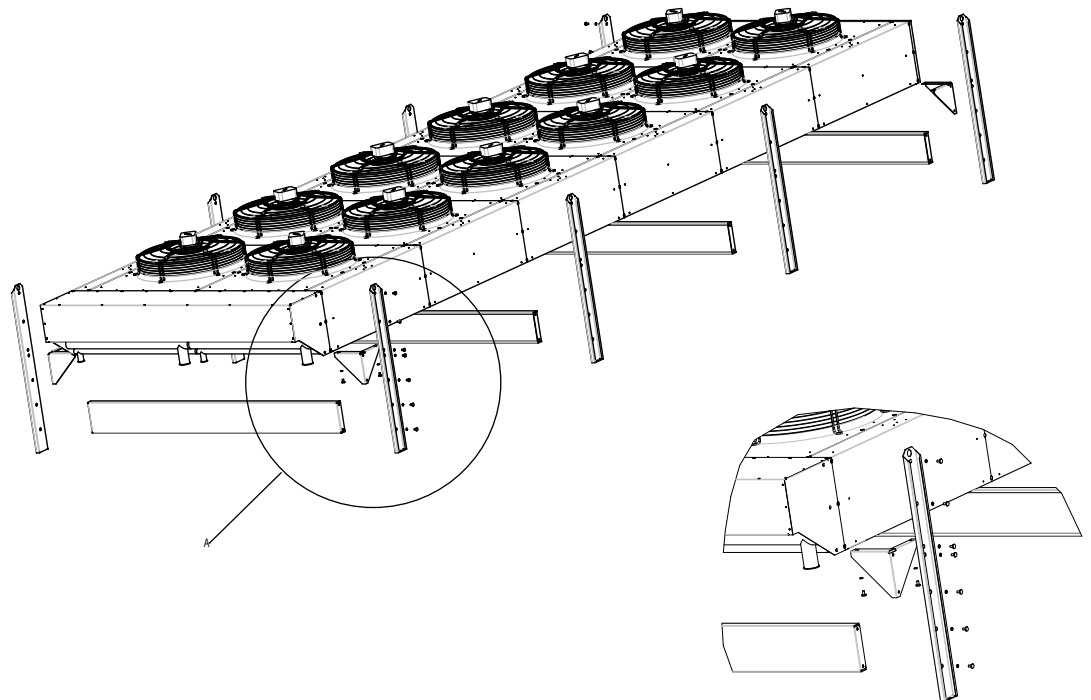

Рис. 12
5. Подъем компонента, установленного горизонтально (Рис. 10-11), и его размещение на опоре: использовать не менее половины подъемных проушин с каждой стороны. Всегда использовать крайние и промежуточные подъемные опоры. Рекомендуем использовать подъемную траверсу для распределения нагрузки. Оборудование можно поднимать также с помощью ремней (Рис. 12), количество которых должно быть не меньше половины модулей. Рекомендуем использовать подъемную траверсу для распределения нагрузки, чтобы избежать изгиба и деформации структуры. Обязательно проверить грузоподъемность каждого отдельного подъемного ремня. Ремень должен выдерживать общий вес оборудования, который указан на его идентификационной табличке.
траверсу для распределения веса, чтобы избежать изгиба и деформации структуры. Обязательно проверить грузоподъемность каждого отдельного подъемного ремня. Ремень должен выдерживать общий вес оборудования, который указан на его идентификационной табличке. Следить за тем, чтобы рабочая поверхность погрузчика выступала на длину, соответствующую габаритам упакованного короба (Рис. 12).